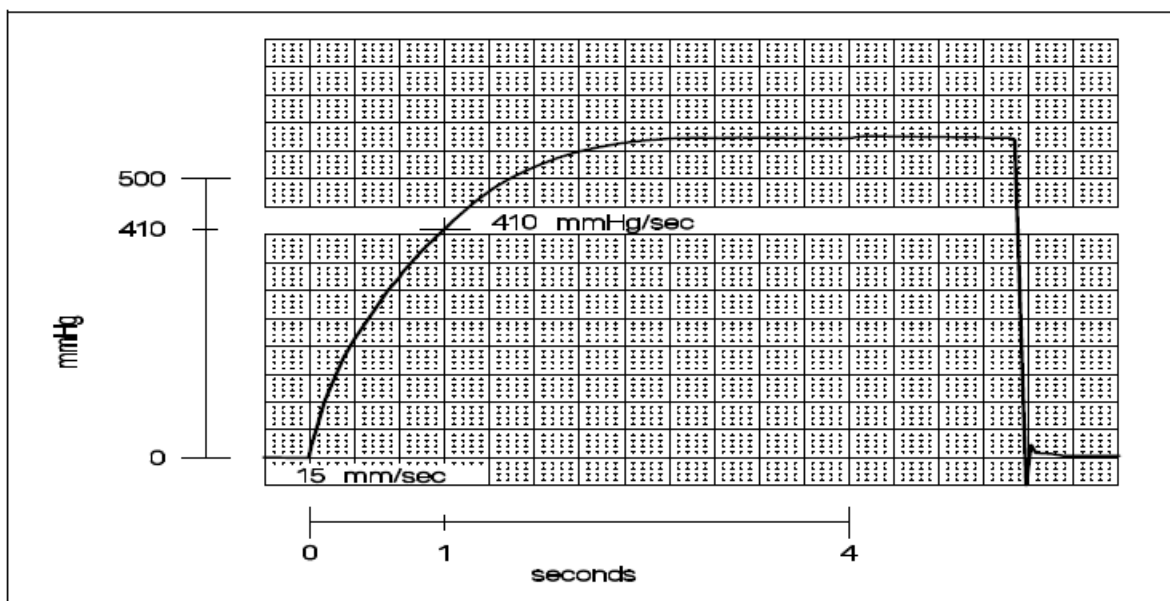

図 8 圧力上昇率の校正
- ① 1秒のスロープを捕捉するために記録システムを 15mm /秒の速さで走らせます。
- ② 注入を開始し、カテーテルの開口部を指でつまみ圧力を上昇させます。
- ③ 図 8 の圧力波形は、上昇の開始時に 0mmHg から 1秒のマークで 410mmHg に上昇します。従って、圧力上昇率は $(410) / (1) = 410\text{mmHg/秒}$ になります。